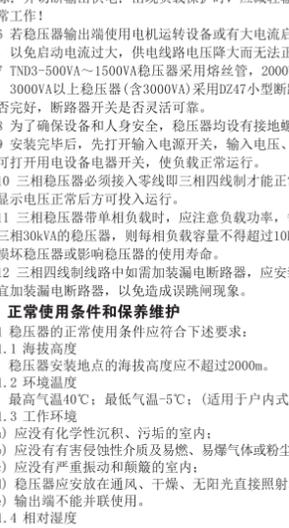

图6: 后板部分:
3.5 TND3-3000VA~5000VA高精度全自动稳压器后板外形见图6: